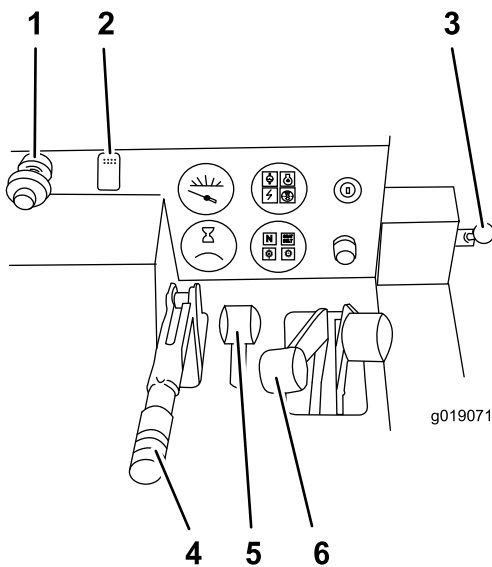

Figura 10
2. Si el motor está caliente, tire del acelerador hacia fuera a la posición de velocidad máxima (Figura 10).
3. Si la máquina está equipada con una zanjadora, mueva la palanca de selección del accesorio a la posición de arado (Figura 10).